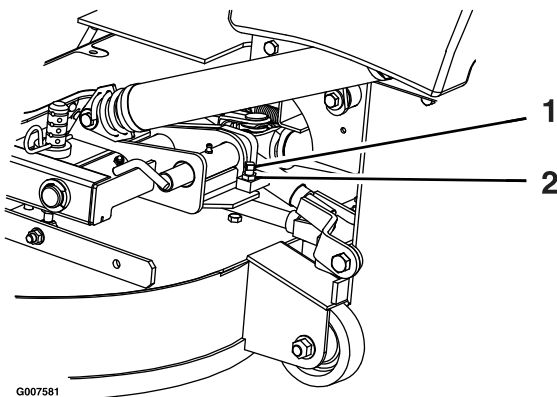

Figure 58
2. Desserrez l'écrou de blocage et tournez la vis de butée dans le sens horaire jusqu'à ce que la goupille de verrouillage soit serrée et ne puisse pas être tournée à la main (Figure 58).